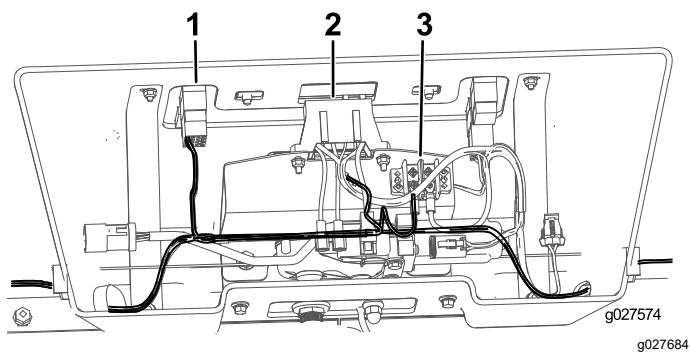

Figura 10
2. Collegate il cablaggio preassemblato all'interruttore, al portafusibili e al terminale di messa a terra (Figura 10).